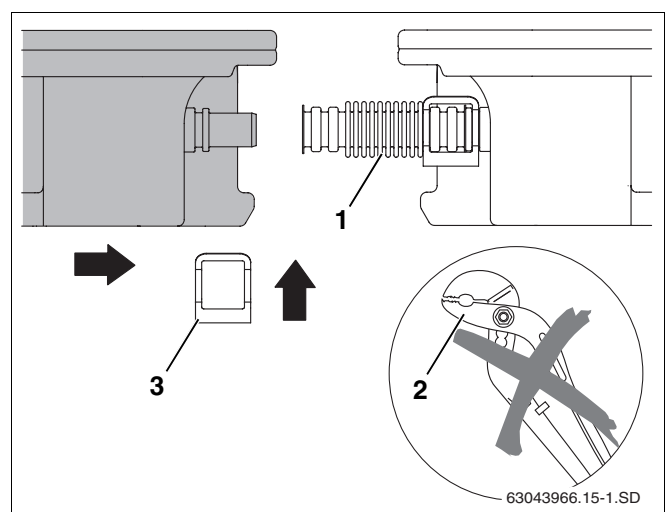

Fig. 48 Deslizar el segundo colector hasta el primero
- ▶ No utilice herramientas tales como alicates (fig. 48, **pos. 2**). Estos pueden dañar la unión del tubo ondulado haciéndola inservible.
- ▶ Deslice el segundo colector hacia el primer colector de tal forma que las conexiones del colector se deslicen hasta entrar en las uniones de tubo ondulado (fig. 48, **pos. 1**) montadas previamente en el primer colector.
- ▶ Introduzca la segunda abrazadera (fig. 48, **pos. 3**) sobre la unión del tubo ondulado y la conexión del colector.